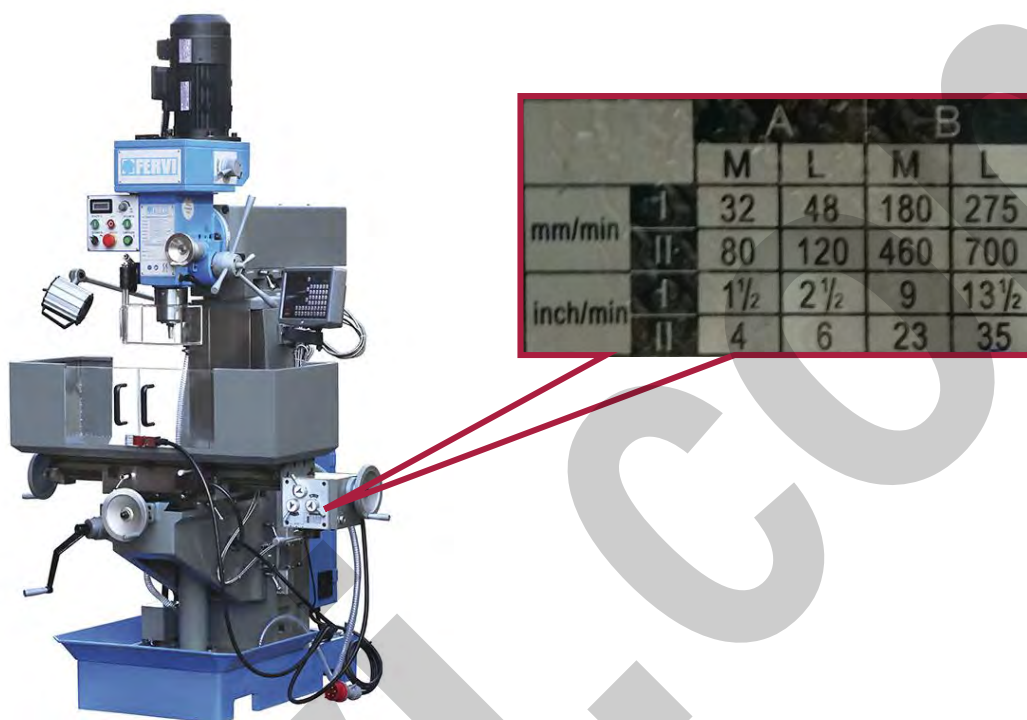

Figura 4 – Targa di indicazione della velocità di avanzamento longitudinale automatica della tavola.
- Un avanzamento di lavorazione, (selezione a destra in Figura 5) da utilizzare durante lo svolgimento dell'operazione, con velocità variabile come mostrato in Figura 4;
1. Leggere la configurazione delle leve associata alla velocità di avanzamento desiderata sulla targhetta in figura 4.